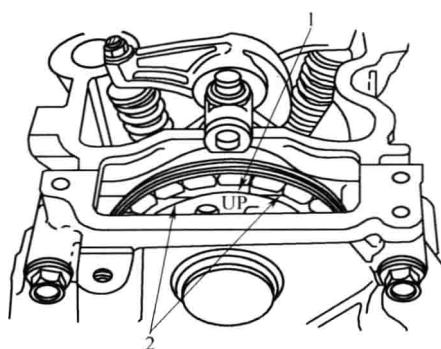

图 1-5 UP 标记定位
(1) 拆下气缸盖罩。
(2) 如图 1-5 所示,将凸轮轴正时链轮上的 UP 标记置于顶部,且凸轮轴正时链轮的上止点槽与气缸盖的上边缘对齐,使第 1 缸活塞位于上止点(TDC)。